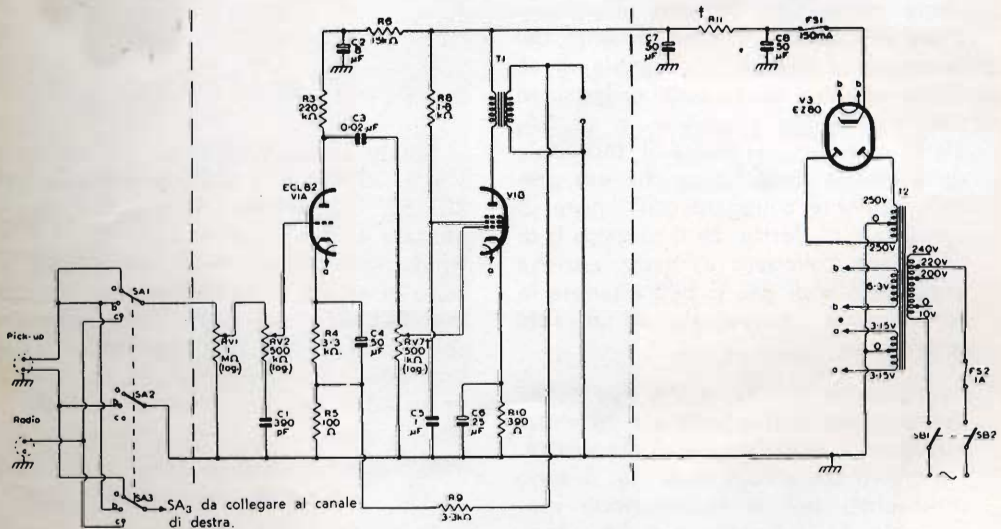

Fig. 5 - Schema elettrico del circuito dell'amplificatore stereofonico da 2 W (è indicato soltanto il canale di sinistra).
Nella fig. 5 è riportato lo schema del circuito di un amplificatore stereofonico bicanale che, pur avendo un limitato numero di componenti, offre una riproduzione di discreta qualità. La parte compresa entro le due linee verticali tratteggiate è relativa al canale di sinistra e dovrà essere ripetuta identicamente per il canale di destra. La restante parte dello schema è comune ai due canali. Per ciascuno di essi viene impiegata una valvola tipo ECL 82, della quale la sezione triodo è utilizzata come amplificatrice di tensione e la sezione pentodo come amplificatrice di potenza. La tensione anodica per i due canali è fornita da un alimentatore equipaggiato con una raddriztrice per due semionde EZ 80.
I terminali d'ingresso dei due canali sono collegati col selettore a tre vie SA. Le posizioni indicate in fig. 5 offrono le seguenti possibilità di utilizzazione:
- c) riproduzione monoaurale a due canali con prelievo del segnale da un sintonizzatore a modulazione di frequenza. I morsetti d'ingresso della fig. 5 sono predisposti per la riproduzione monoaurale. Se il contatto **c** di SA₃ viene collegato, anziché al contatto omonimo di SA₁, al morsetto d'ingresso (che è collegato a massa in fig. 5; «radio»), il circuito può essere utilizzato per la riproduzione di trasmissioni stereofoniche. Se ancora lo stesso contatto **c** di SA₃ è messo a massa, si può